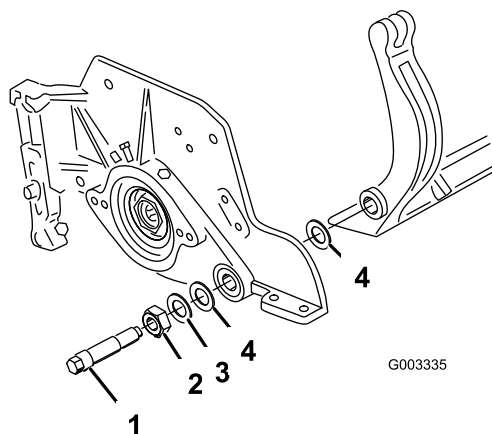
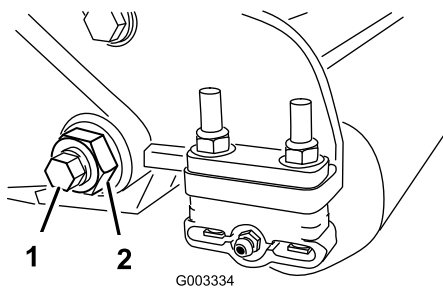

図 27
図 26
- ベッドバー・ボルト (図 26) を固定しているロックナット (機体両側) をゆるめる。
- 各ベッドバー・ボルトを抜いて、ベッドバーを下に引き抜いて外す (図 26)。ベッドバーの両端にナイロン・ワッシャとスチール・ワッシャが2枚ずつあるので注意する (図 27)。
- ベッド・バー・ボルト (とボルトについているナット) とワッシャ6枚で、ベッド・バーを各サイド・プレートに固定する。ナイロン・ワッシャはサイド・プレートの両側のボスに嵌め込む。その外側からスチール製ワッシャを取り付ける (図 27)。ベッドバー・ボルトを3.7~4.5 kg.m にトルク締めし、外側のスチール製ワッシャの遊びがなくなって回らなくなっているが、サイドプレートを変形させるほどには締めすぎでない程度に、ロックナットを締め付ける。内側のワッシャには遊びがあってよい。